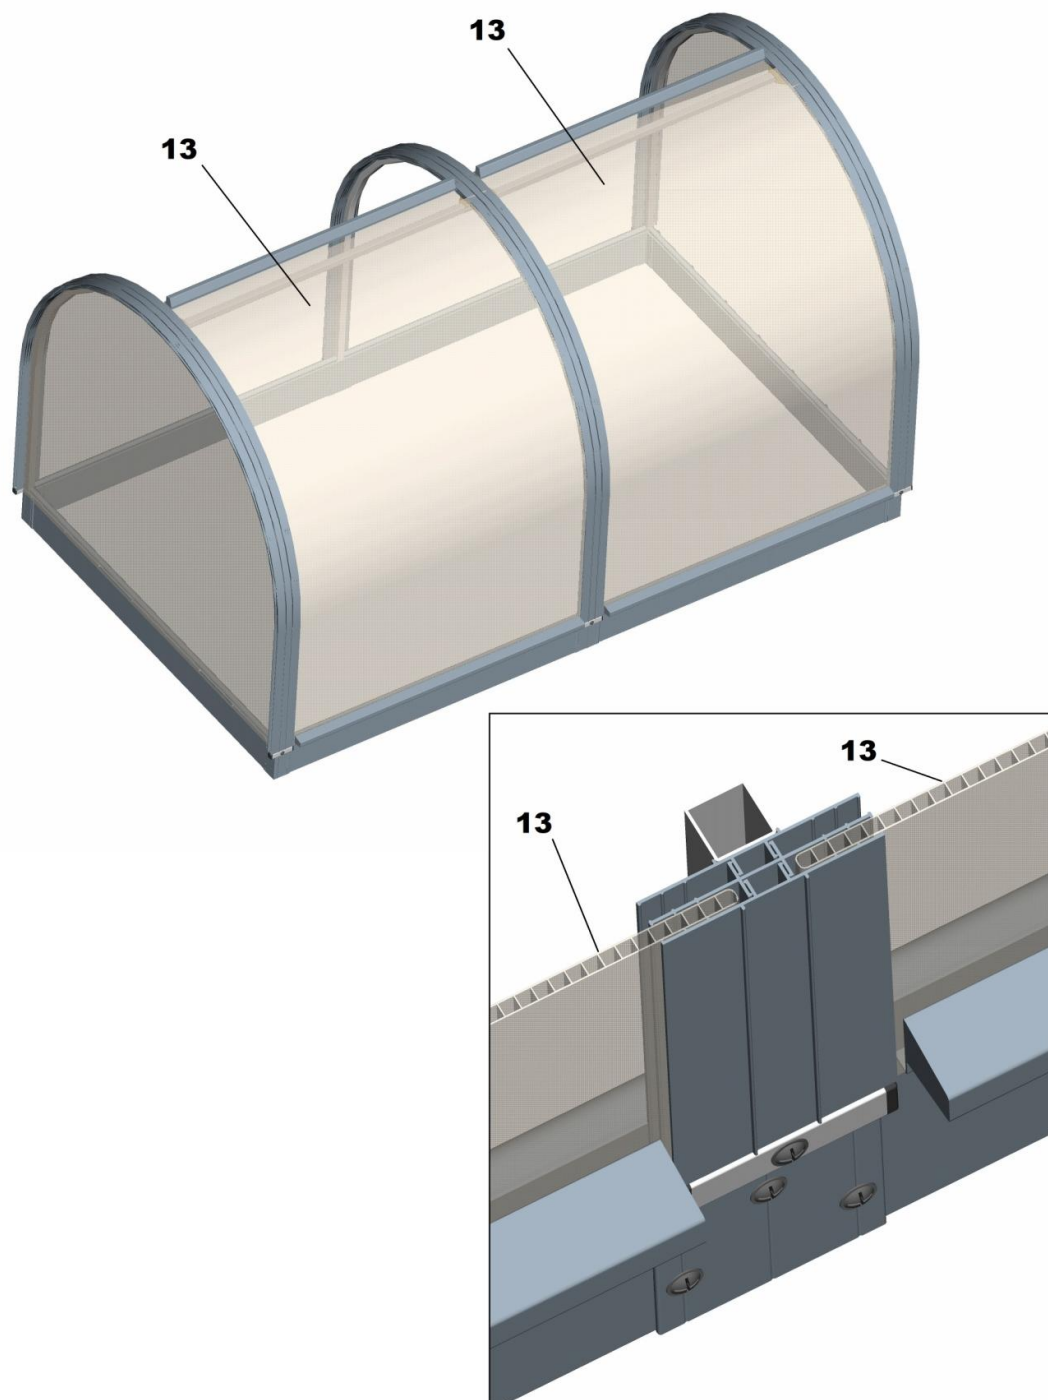

Рис. 3.10
10. Отстегните верхние направляющие ПВХ-профили с одной стороны мини-парника примерно наполовину длины. Аккуратно заведите верхние сдвижные листы СПК (поз. 13) в открывшиеся зазоры между верхними и средними направляющими ПВХ-профилями. Рукоятки сдвижных листов должны быть ориентированы наружу от мини-парника, как показано на рис. 3.10.